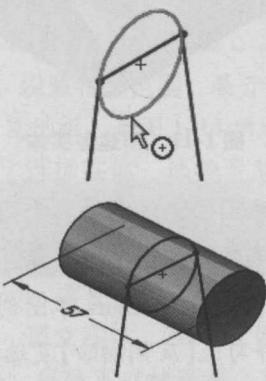

图 1-7 预选轮廓
**步骤 6 预选轮廓** 单击一个圆轮廓, 如图 1-7 所示。